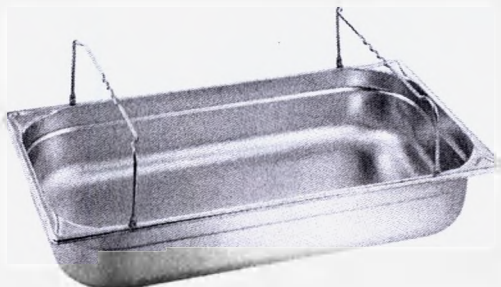

Рисунок 5
4.2.4 Ванна из нержавеющей стали рисунок 5 применяется для разогревания индивидуально формируемых подушек. Ванна оснащена U-образными ручками, которые не нагреваются, что облегчает ее использование.